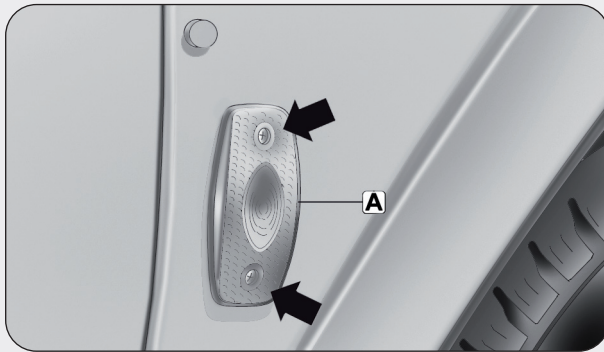

fig. 4
- Dévisser les deux vis de fixation du transparent **A** et le déposer **fig. 4**.